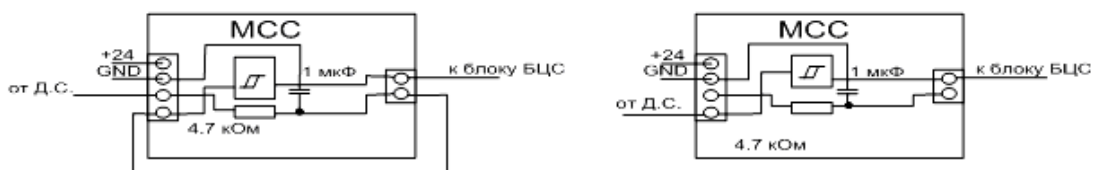

Рис. 2: Структурная схема блока МСС
3. В зависимости от используемого датчика скорости могут использоваться разные схемы подключения блока. При использовании трехфазного датчика скорости Д-1ММУ2, МСС подключается по схеме изображенной на рисунке слева (см. Рис. 2) При использовании индуктивного импульсного датчика – по схеме изображенной на рисунке справа (см. Рис. 2).